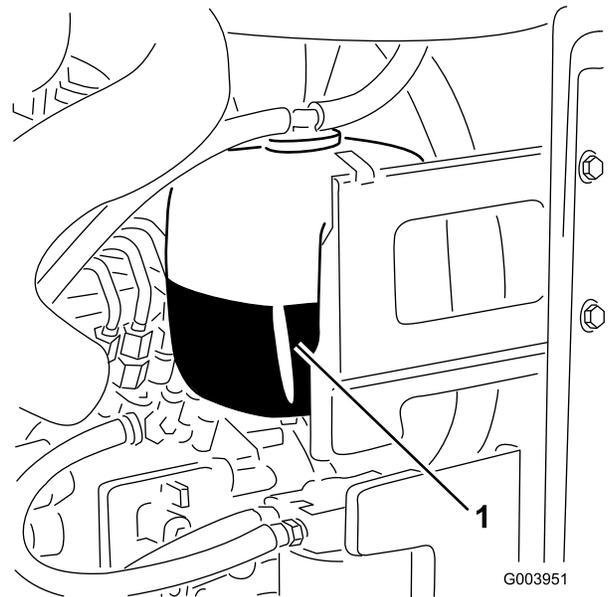

Bild 34
1. Prüfen Sie den Kühlmittelstand im Ausdehnungsgefäß (Bild 34).